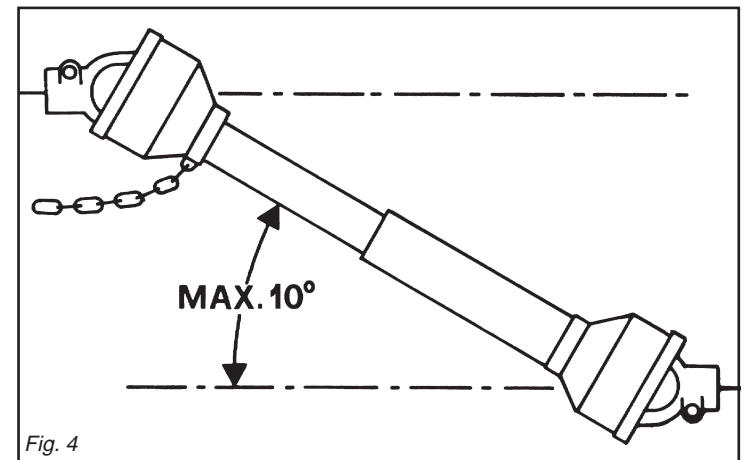

Fig. 4
- 43) Disinserire, sempre, la presa di forza quando l'albero cardanico fa un angolo troppo aperto (mai oltre i 10 gradi - Fig. 4) e quando non viene usata.
- 43) Always disengage the pto when the cardan shaft is set at an excessively open angle (never beyond 10 degrees - Fig. 4) and when it is not in use.
- 43) Die Zapfwelle immer ausschalten, wenn die Gelenkwelle einen zu großen Winkel einnimmt (nie über 10 Grad - Abb. 4) und wenn sie nicht gebraucht wird.